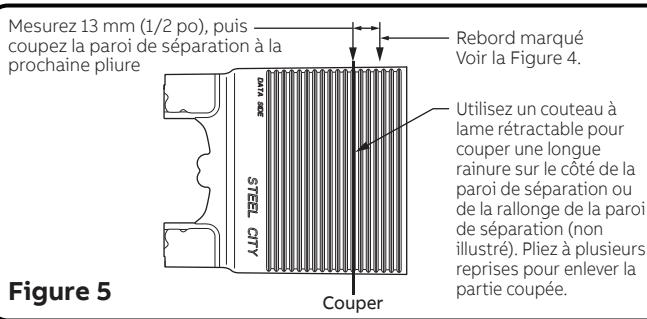

Figure 5
5. Enlevez de la boîte de sol les moitiés ou les rallonges de la paroi de séparation. Faites une deuxième marque à 13 mm (1/2 po) sous ou à côté de la pliure sur la paroi de séparation ou sur les rallonges de la paroi de séparation. Coupez la paroi de séparation ou les rallonges de la paroi de séparation à la deuxième marque, puis retirez la partie coupée, voir la Figure 5. REMARQUE : Lorsque vous le réinsérez dans la boîte de sol, la partie supérieure de l'assemblage de la paroi de séparation doit être de 13 mm à 14 mm (1/2 po à 9/16 po) de la partie supérieure de la boîte de sol 68P, voir la Figure 7.